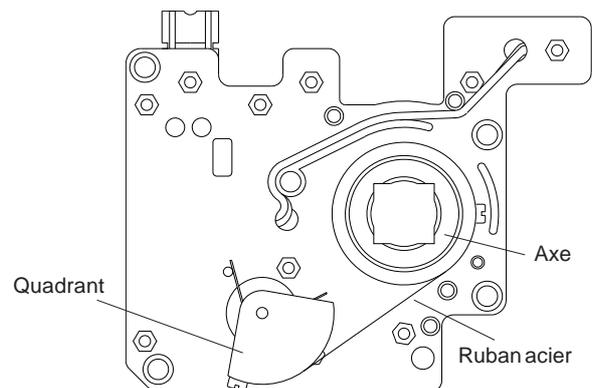

FIGURE 3 : Plaque porte-circuit (dessous) avec l'axe et le potentiomètre en position mi-course
- 3.3 Mesurer la course disponible de l'axe du positionneur. Elle est limitée par la course du quadrant de roue du potentiomètre relié à l'axe par une lame en acier inox (voir figure 3). Remettre en place dans le boîtier du positionneur la plaque rouge **avec l'axe en position mi-course**. Il est indispensable que les deux axes soient correctement orientés l'un par rapport à l'autre. En effet, s'il y a un décalage de 90°, le quadrant de roue et le mécanisme d'entraînement peuvent être forcés et endommagés lors d'une rotation importante de l'actionneur.